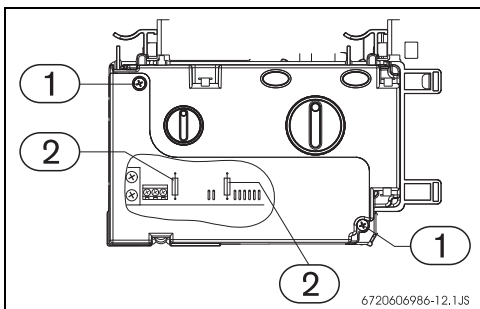

Fig. 20 Quadro comandi
- rimuovere le viti dello sportellino, presso il quadro comandi (→Fig. 20, [pos. 1]).
- Sostituire il/i fusibile/i (→Fig. 20, [pos. 2]).